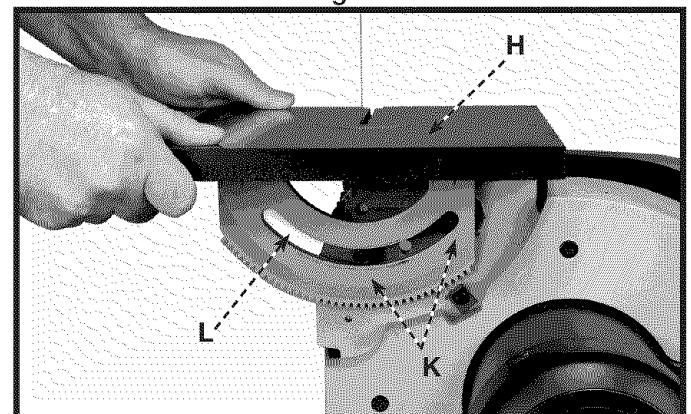

Fig. 11
3. Mesa de lugar (H) Fig. 11 en la banda vieron marco para que los guardas (K) salieran por la ranura del trunnion (L).